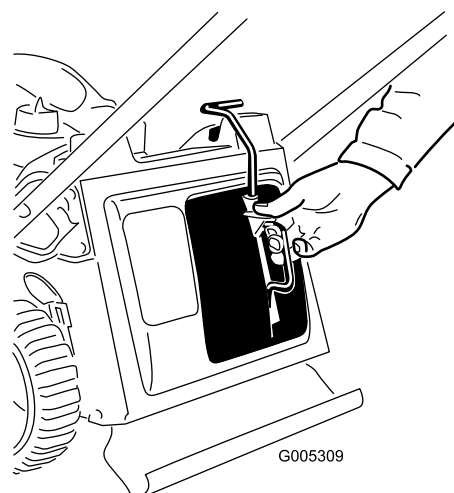

Figure 29
3. Insérez l'obturateur de mulching (Figure 29).